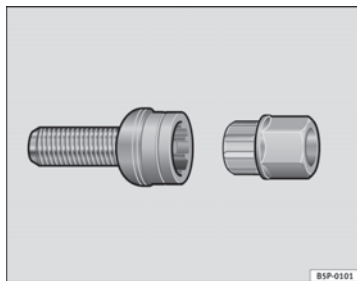

Fig. 131 Viti antifurto
- Innestare l'adattatore nella vite antifurto, spingendolo fino in fondo ⇒ fig. 131.